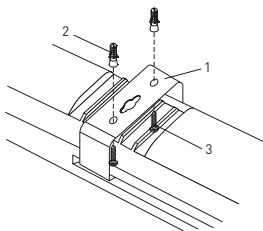

Рисунок 3
6.4.2 Монтаж светильника на рабочую поверхность производить при помощи монтажных скоб и крепежа, входящего в комплект поставки (рисунок 3):